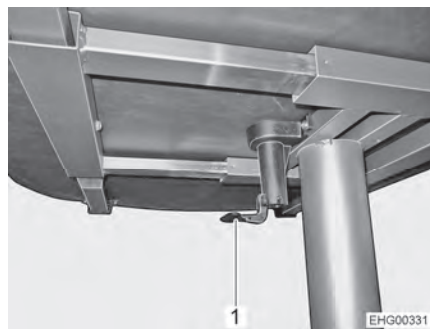

Bild 61 Lyftbord
- Fäll ner spaken på det centrala bordslåset (Bild 61,1).